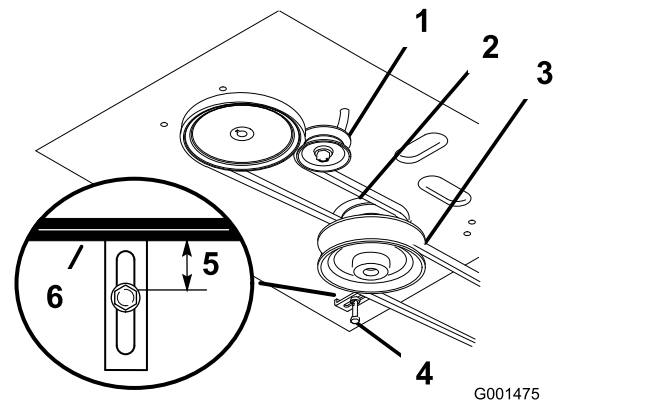

Figura 38
4. Retire la correa del cortacésped (Figura 38).
5. Afloje el perno de pivote lo suficiente para poder desplazar la polea tensora dentro de la ranura, y retire la correa de tracción de las poleas del motor y de la transmisión (Figura 38).
6. Instale la correa nueva alrededor de las poleas del motor y de la transmisión (Figura 38).
7. Desplace la polea tensora respecto al bastidor del motor para tensar la correa de tracción (Figura 38).
8. Instale la correa del cortacésped (Figura 38).
9. Compruebe que la guía de la correa, situada debajo del bastidor del motor, está ajustada correctamente (Figura 38).
13. Compruebe que la guía de la correa, situada debajo del bastidor del motor, está ajustada correctamente (Figura 38).